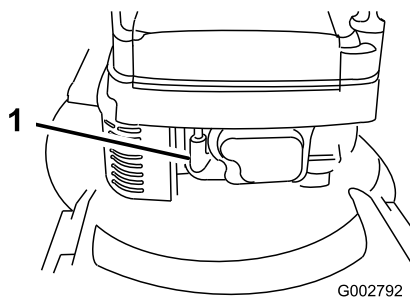

Bild 12
1. Schließen Sie den Zündkerzenstecker an die Zündkerze an (Bild 12).